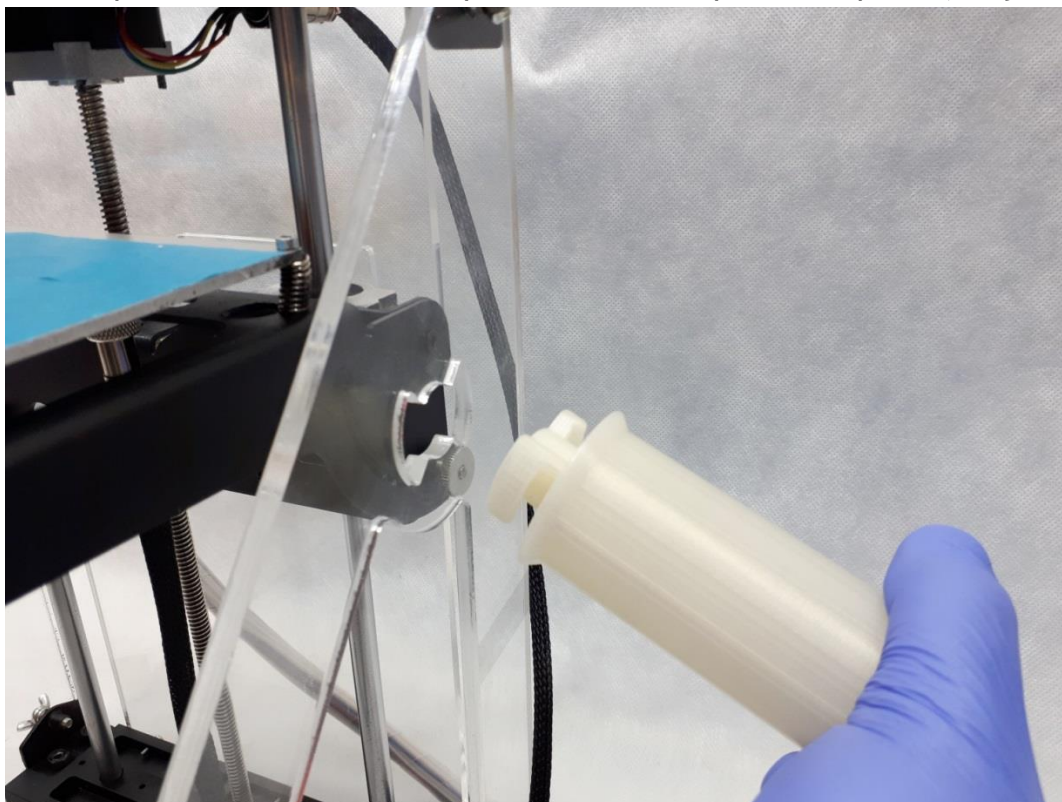

Рисунок 10
9. Закрепите держатель бобины на опорной платите с правой стороны (Рисунок 10)